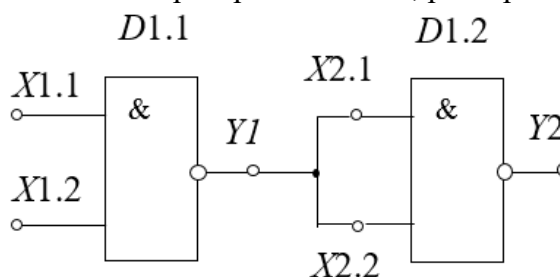

Рис. 3. Схема И
8.1. Собрать схему двухвходового элемента И на базе двух элементов 2И–НЕ (рис. 3).